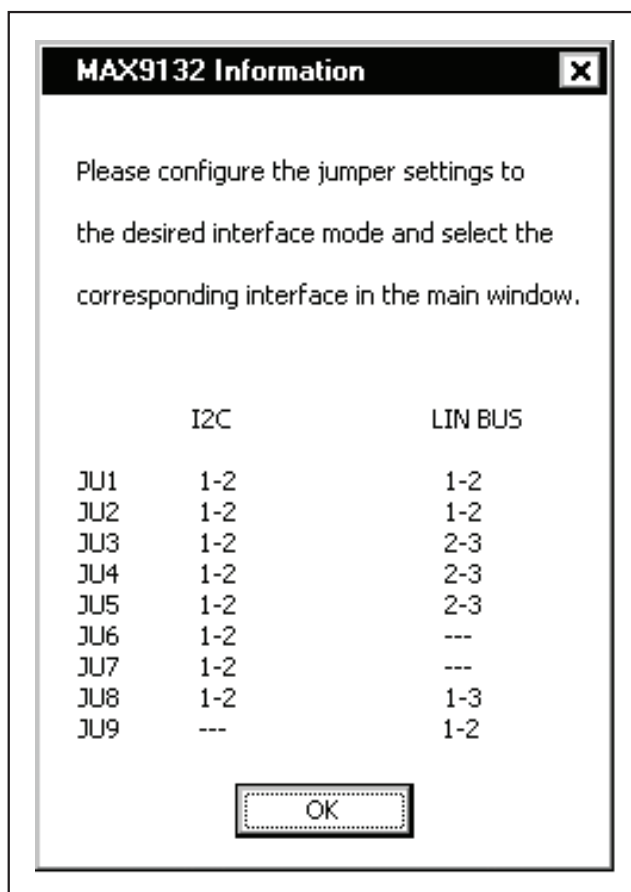
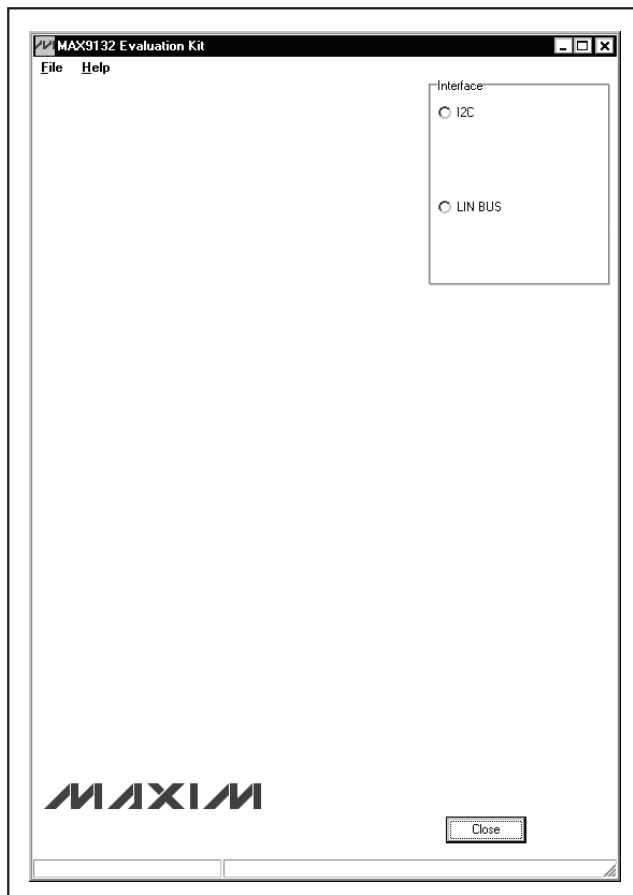

図1. MAX9132 Informationウィンドウ
図2. MAX9132のEVキットソフトウェアのメインウィンドウ (インタフェースの設定)
- 13) **スタート | すべてのプログラム**メニューのアイコンを選択し、EVキットソフトウェアを起動します。先に進む前に、適切なジャンパの設定を促す、**MAX9132 Information**ウィンドウが表示されます(図1)。OKボタンをクリックします。すると、EVキットソフトウェアのメインウィンドウは、図2に示す表示になります。